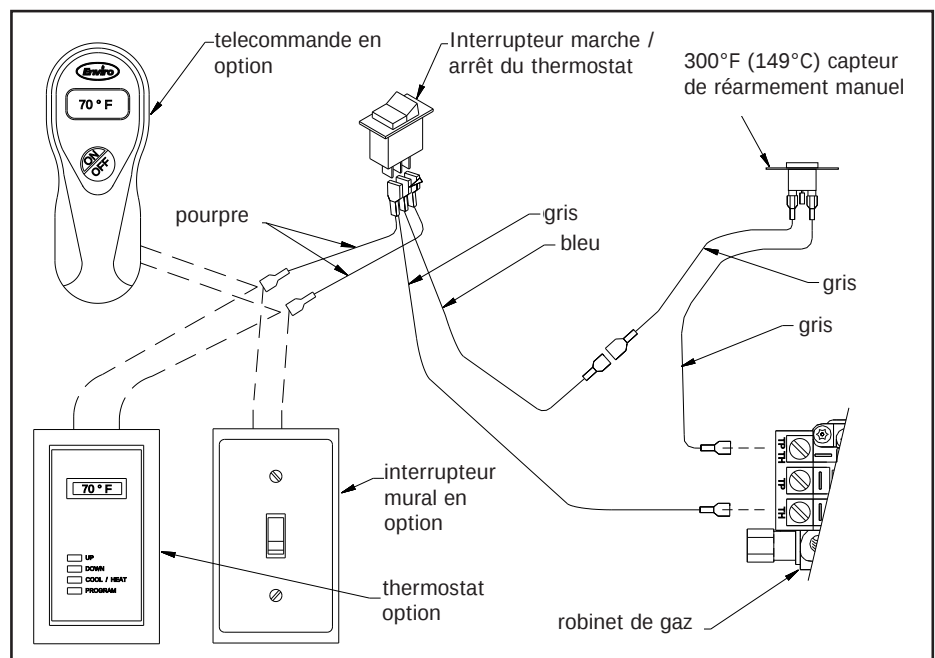

Figure 43: Schéma de câblage
3. Être attention à ne pas exécuter ne importe quel câblage serré sur des bords métalliques; les connecter à la valve et l'interrupteur "ON / OFF" (voir la Figure 43).
Les connexions de cheminées sont étiquetées Figure 43. Lors de l'installation de la hotte à air adaptateur sur une cheminée
équipée d'un interrupteur mural en option ou d'un thermostat en option, retirez un fil de l'interrupteur à la vanne de gaz et connecter le conducteur hotte à air adaptateur comme indiqué sur la Figure 43.
2. Débranchez les fils de l'interrupteur de déversement de la vanne et on / off / fil de l'interrupteur à bascule (voir Figure 43).